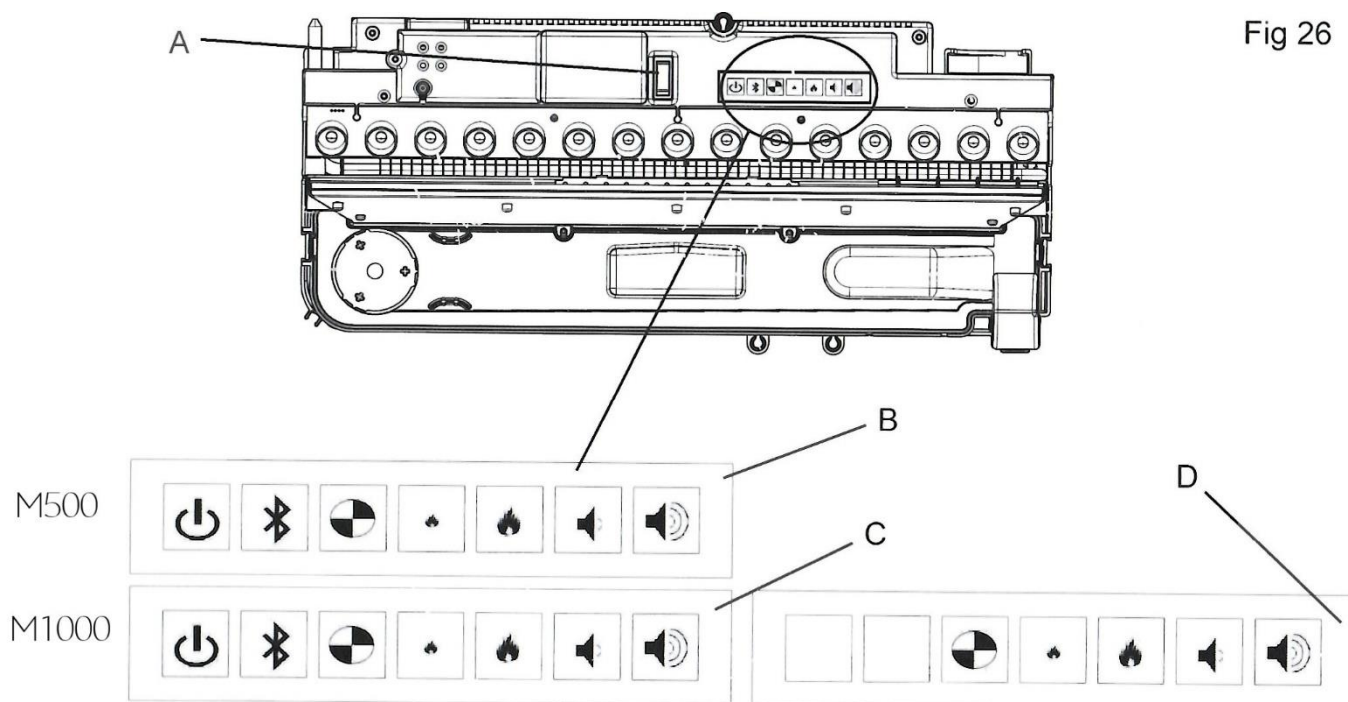

Fig 26
1. Til de bovenplaat op en zet schakelaar 'A' in de uit-stand (fig. 26).
De handbedieningselementen bevinden zich onder de bovenplaat. (Zie fig. 26.)